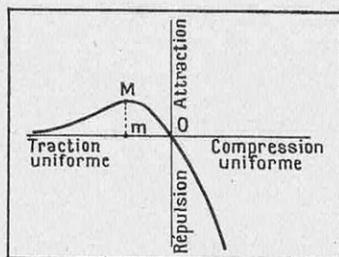

FIG. 1. — COMMENT VARIE LA FORCE AGISSANT SUR UN DES ÉLÉMENTS MATÉRIELS D'UN CRISTAL SOUMIS A DES TRACTION ET COMPRESSIONS UNIFORMES
L'analyse par les rayons X (1) et par les rayons cathodiques (2) a permis de connaître la structure intime des cristaux ; ceux-ci peuvent être considérés, en définitive, comme des ions positifs (résidus d'atomes privés d'un ou de plusieurs électrons) arrangés en ordre au sein d'un nuage d'électricité négative formé par des électrons en équilibre statistique. Partant de là, le physicien Born a établi une formule qui fait connaître la force agissant sur un des éléments matériels du cristal, soumis à des tractions ou à des compressions *uniformes*, comme celles qui peuvent être transmises par l'intermédiaire d'un liquide enfermé dans une presse hydraulique ; ses résultats sont représentés graphiquement par la figure 1. On voit que la courbe, dont le point O correspond à l'équilibre normal, passe en M par un maximum ; ce maximum correspond lui-même à un état instable, puisque, lorsqu'on augmente ou qu'on diminue la traction, la